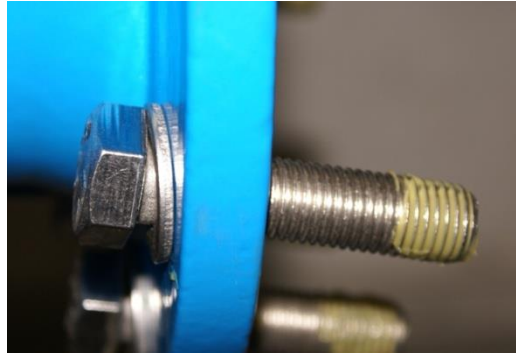

Bild 2
- Alle kraftübertragenden Elemente der Flanschverbindung (Schrauben / Muttern gemäss Bild 2) mit zugelassenem Schmiermittel (z.B. Klüber Fett VR69-252) versehen.